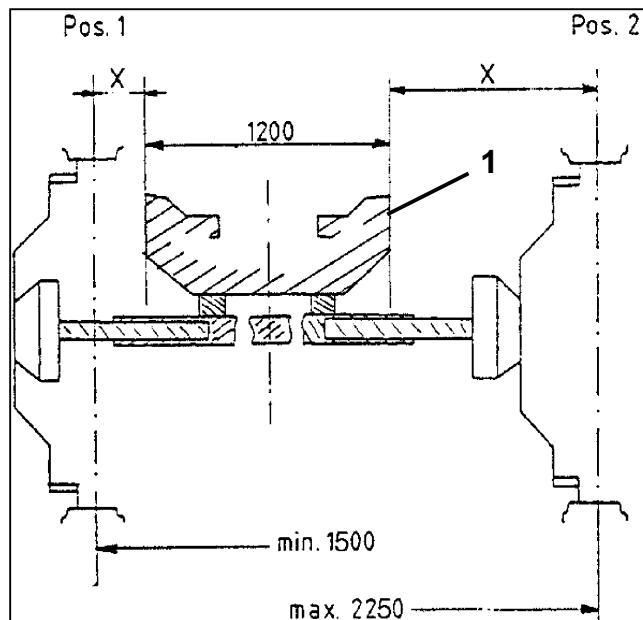

Рис. 4.3
- Бесступенчато от 1500 мм до 1960 мм при монтаже колес в соответствии с позицией 1 (рис. 4.3).
- Бесступенчато от 1700 мм до 2250 мм при монтаже колес в соответствии с позицией 2 (рис. 4.3).
На UG 4500 Nova ширина колеи устанавливается путем соответствующей установки колес (Рис. 4.3):
Позиция 2: 2.250 мм (Рис. 4.3)